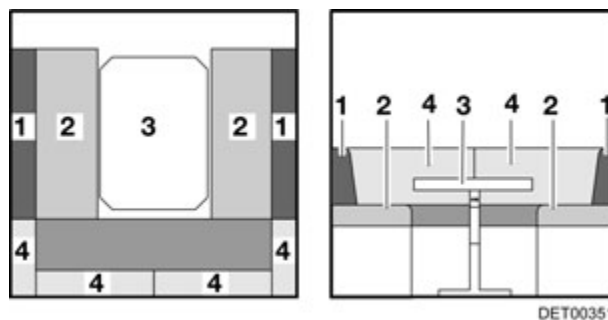

Fig. 93 Antes de la transformación
- Transformar la mesa (Fig. 93,3) en base de cama (véase apartado 7.7).